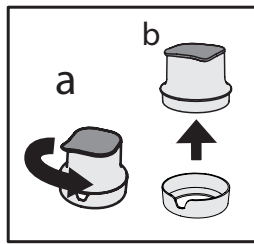

Fig.5
- Remova o funil do alojamento do filtro, rodando-o na direção contrária à dos ponteiros do relógio (Fig 5. a - b).